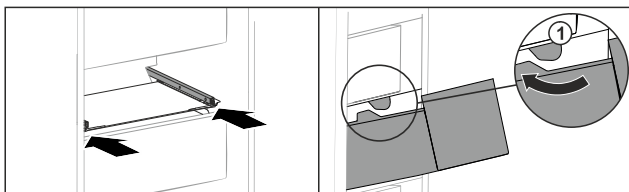

Fig. 204
- ▶ Umetnite ladicu oko zaustavljača Fig. 204 (1).